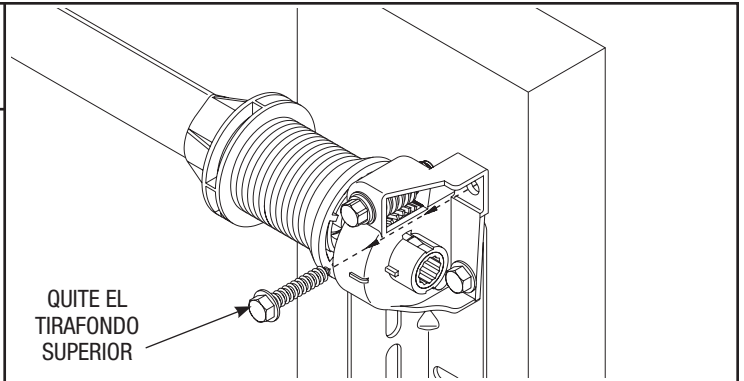
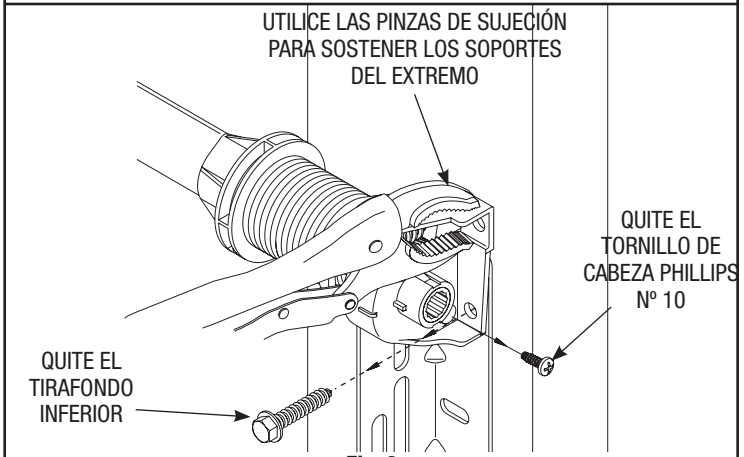

Fig. 5
Fig. 6
Paso 5: Quite el tirafondo superior de 5/16" x 1-5/8" del soporte del extremo derecho (Fig. 5). Coloque las pinzas de sujeción en la parte superior del soporte del extremo y sostenga el cuerpo fijo mientras quita el tirafondo inferior de 5/16" x 1-5/8" y el tornillo de cabeza Phillips Nº 10 x 1/2" del soporte del extremo (Fig. 6).